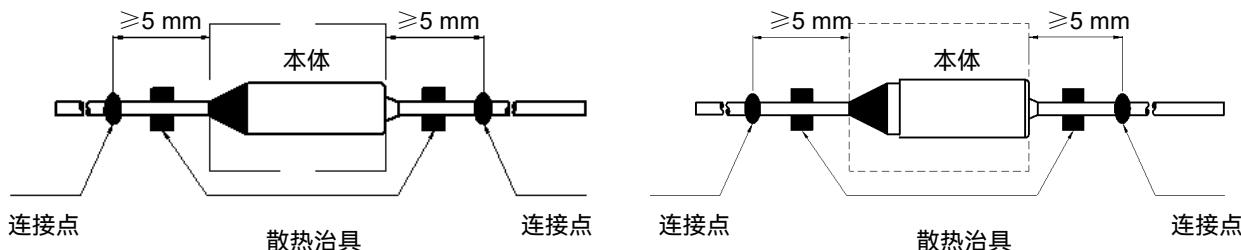

图2
- 引线上的连接点距离温度保险丝本体应  $\geq 5 \text{ mm}$ （参考图2）。
3. 在钎焊过程中，焊点与温度保险丝之间应使用散热装置（参考图2）。
3. 在点焊过程中，焊点与温度保险丝之间应使用散热装置（参考图2）。